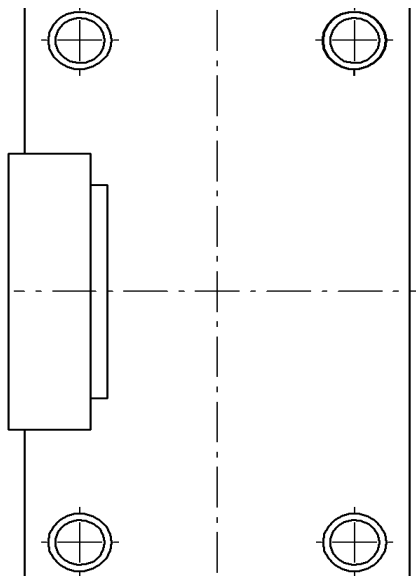

Рис. 51.86.
9. Завершите работу команды и удалите вспомогательные построения (рис. 51.86).